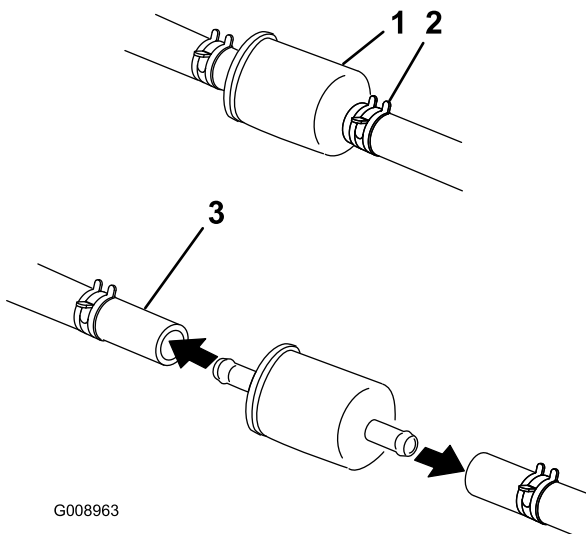

Figura 40
5. Apriete los extremos de las abrazaderas y deslícelas por la manguera alejándolas del filtro (Figura 40).